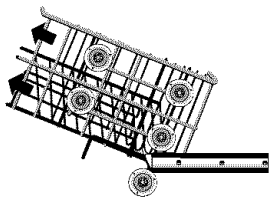

Figure 6/illus. 6
- 1) Remove the empty upper rack by pulling it out of the dishwasher to the point that it can be lifted upward, as shown in Figure 6.
- 1) Enlever le panier supérieur vide en le tirant hors du lave-vaisselle jusqu'au point où il peut être soulevé, comme à la figure 6.
- 1) Desprenda el estante superior vacío por medio de jalarlo fuera de la lavadora hasta que pueda levantarlo, tal como muestra la Ilustración 6.